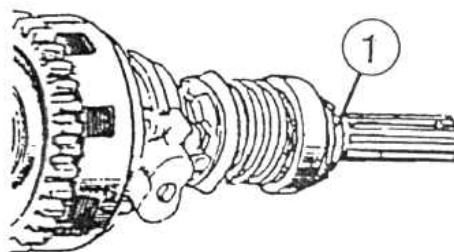

Рисунок 5.61
1) гайку (1) (**рисунок 5.61**) затяните динамометрическим ключом моментом 80...100 Н м (8...10 кгс м) и раскерните в пазы вала;